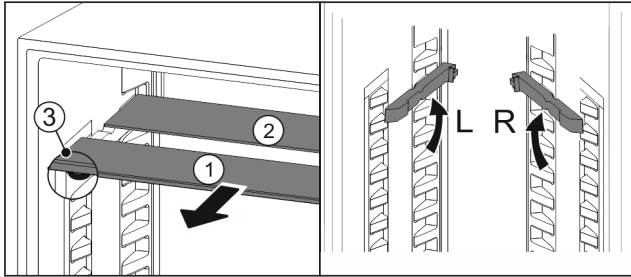

Fig. 25
- ▶ Retire Fig. 25 (1) las planchas de cristal individualmente hacia adelante.
- ▷ La placa de vidrio Fig. 25 (1) con tira decorativa se encuentra en la parte delantera.
- ▷ Los topes Fig. 25 (3) apuntan hacia abajo.